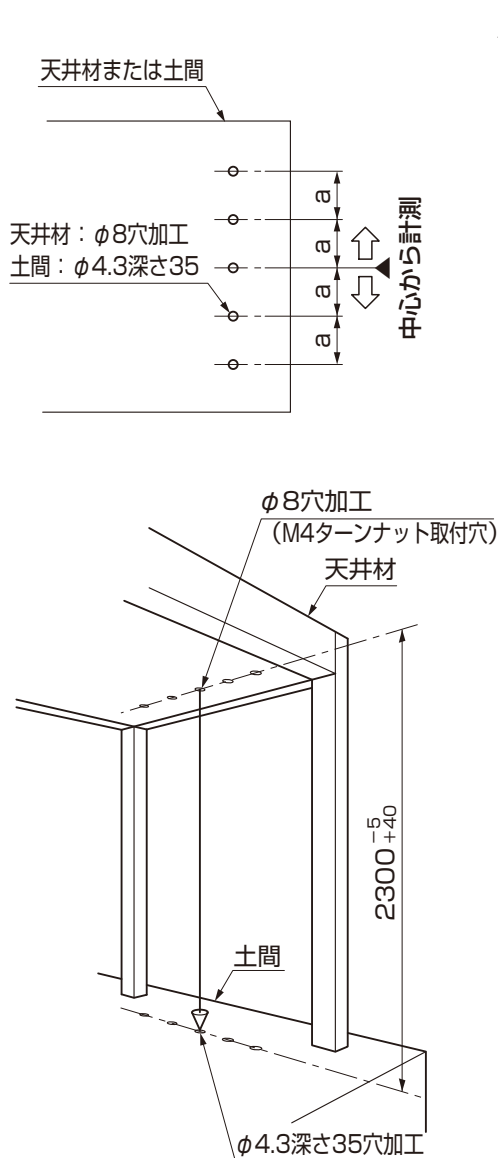

図4-1 天井材と土間への穴加工
- ①図4-1、表4-1を参照して、天井材と土間に穴加工をしてください。